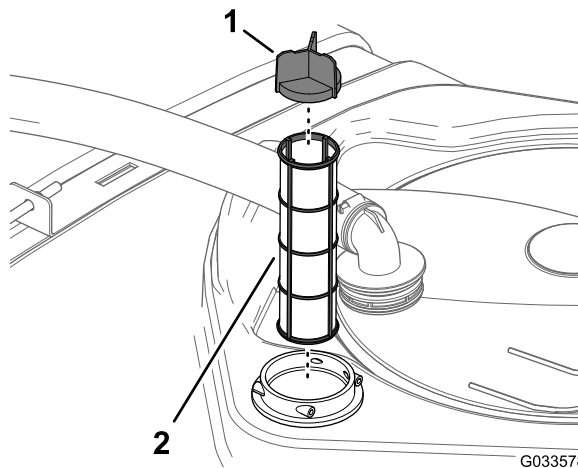

图59
4. 从药缸内的过滤器外壳中拆除旧的吸入式过滤器（图59）。